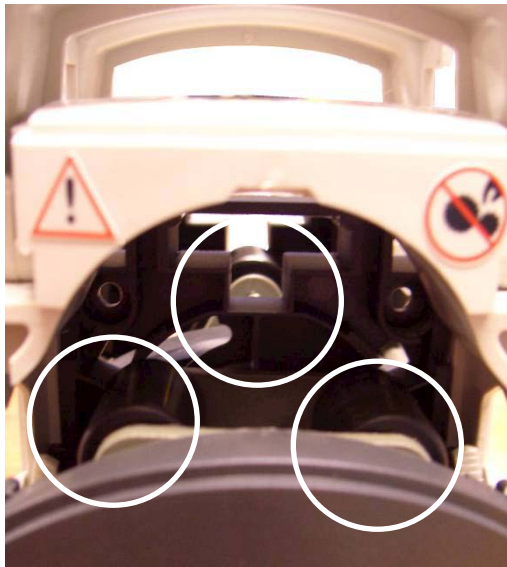

Figure 13
- Clipser l'extension de pompe (cf. Figure 13) sur la pompe puis ouvrir les deux clapets (cf. Figure 14) :